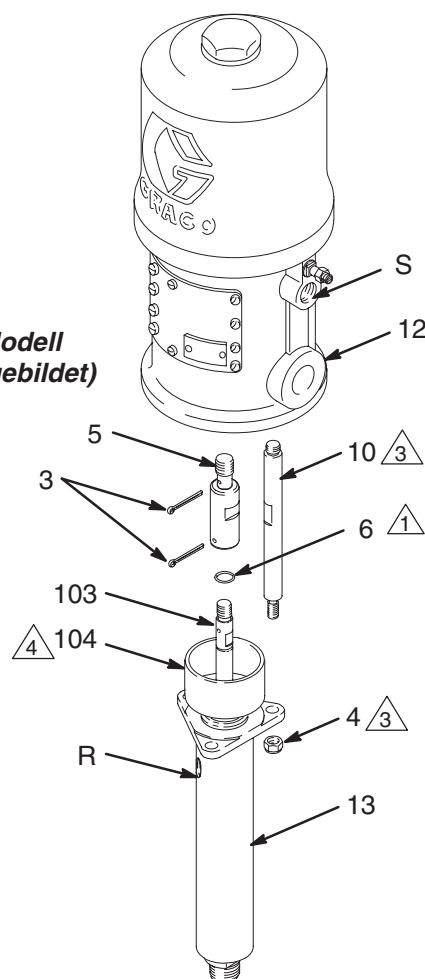

Abb. 3
Packungsmutter/Nassbehälter (104) mit Graco TSL-Flüssigkeit oder einem verträglichen Lösemittel gefüllt halten, um Lebensdauer der Packung zu verlängern. Wöchentlich überprüfen, ob die Packungsmutter mit einem Drehmoment von 24 bis 27 Nm angezogen ist; nicht zu fest anziehen. Siehe Abb. 3 auf Seite 11. Vor dem Nachziehen der Packungsmutter oder dem Nachfüllen von TSL-Flüssigkeit den Systemdruck entlasten.
2. Luft- und Materialschläuche abnehmen. Pumpe von der Halterung abnehmen. Die relative Position des Materialauslasses (R) zum Lufteinlass (S) merken. Siehe Abb. 3.
3. Die Sicherungsmuttern (4) der Verbindungsstange von den Verbindungsstangen (10) abschrauben. Den Splint (3) entfernen. Vorsichtig die Unterpumpe (13) vom Luftmotor (12) abziehen. Die Kolbenstange (103) vom Luftmotor (12) oder dem Adapter (5, nur President-Pumpe) abschrauben. Den O-Ring (6) überprüfen.
1. Den O-Ring (6) einfetten und sicherstellen, dass er richtig auf der Kolbenstange (103) sitzt.
2. Den Materialauslass (R) wie im Schritt 2 unter **Ausbau der Unterpumpe** gemerkt am Lufteinlass (S) ausrichten. Unterpumpe (13) auf die Verbindungsstangen (10) geben. Siehe Abb. 3.
3. Die Kolbenstange (103) in die Welle des Luftmotors (12) oder des Adapters (5, nur President-Pumpe) schrauben, bis die Stiftlöcher ausgerichtet sind. Die Sicherungsmuttern (4) locker auf die Verbindungsstangen (10) schrauben. Den Splint (3) installieren.
4. Pumpe montieren und alle Schläuche wieder anschließen. Erdungskabel wieder anbringen, falls es während der Reparatur abmontiert wurde. Die Packungsmutter (104) mit 24 bis 27 Nm anziehen. Nassbehälter mit Graco-TSL-Flüssigkeit oder einem verträglichen Lösemittel füllen.
5. Die Sicherungsmuttern (4) der Verbindungsstange gleichmäßig mit dem in Abb. 3 angegebenen Drehmoment anziehen. Pumpe starten und mit etwa 2,8 bar (0,28 MPa) Druckluftzufuhr laufen lassen, um zu prüfen, ob sie richtig arbeitet.